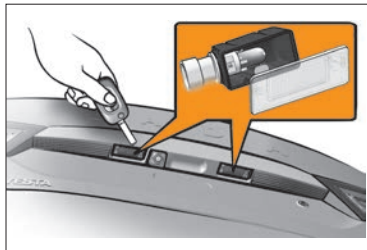

Рис. 15. Посадочное место фонаря освещения номерного знака
– воздействуя на пружинную защелку **3** с правой стороны фонаря лезвием ключа, аккуратно сдвиньте его влево и выведите фонарь из посадочного места (рис. 15);